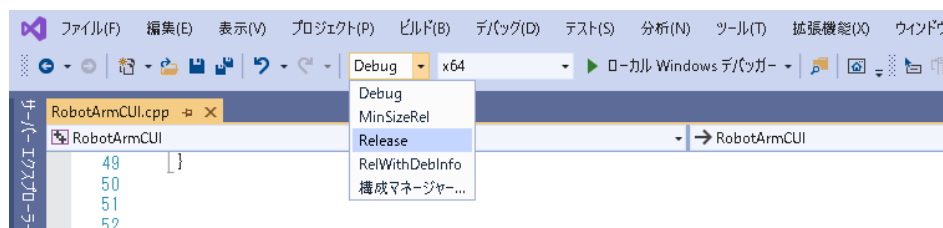

図 12 Release ビルド
- ④ 「Configure」を選択する。
- ⑤ 使用する Visual Studio のバージョンを選択し、「Finish」を選択する。（ディレクトリ生成のダイアログが出てきたら「Yes」を選択）
- ⑥ メッセージ「Configuring done」を確認し「Generate」を選択。「Generating done」の表示されたら完了。
- ⑦ build フォルダ内の「MyConsoleIn.sln」を開く。Visual Studio が立ち上がる。
- ⑧ ウィンドウ上部から Release ビルドを選択する（図 12）。
- ③ 「Generate」を選択。「Generating done」の表示されたら完了。
- ④ build フォルダ内の「MyConsoleIn.sln」を開く。Visual Studio が立ち上がる。
- ⑤ ウィンドウ上部から Release ビルドを選択する (図 12)。
- ⑥ ビルドすると RobotArmGUI\Build\src\Release に実行ファイルが作成される。
(3) RobotoArmAutomaticController のファイルを準備
- ① 「RobotoArmAutomaticController」ディレクトリ内の「data1.dat」, 「data2.dat」, 「data3.dat」を実行ファイルがある Release ディレクトリ内に移動する。
- ② ファイルを好きなように書き換える。（「4.3 自動で動作」を参照）